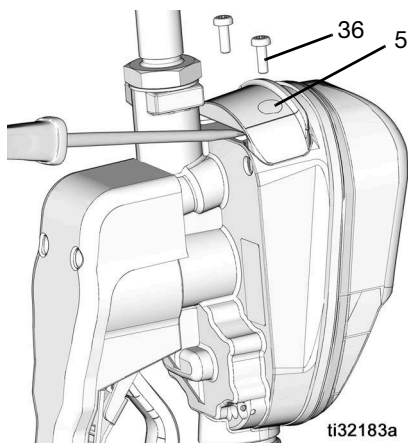

图 47
1. 从电池盒盖 (5) 上取下螺丝 (36)。
2. 使用小的平头螺丝刀将盖从盖底部的计量分配阀机体（扩展配件旁边）轻轻撬起，如图 47。